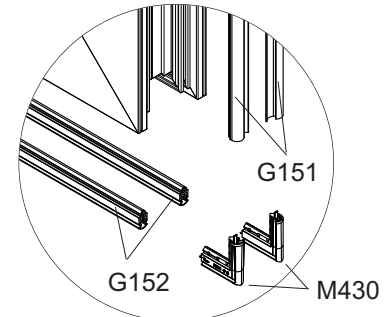

Abb. 3 Flügel unten **G151**, **G152** in **M430** einkleben
11. Die Dichtungen **G151** unten in die Formteile **M430** stecken und verkleben. (Abb. 3).